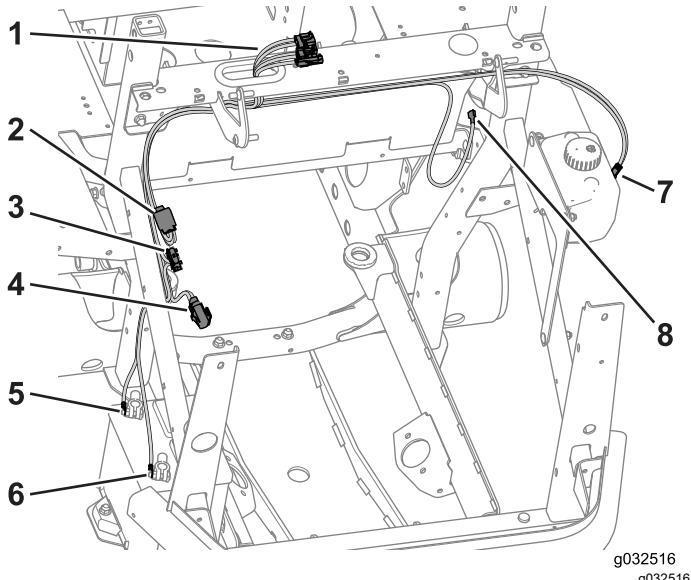

Figure 39
1. Faites passer les 3 connecteurs de la cabine dans le passe-câble (Figure 39).
2. Faites passer le câble d'alimentation auxiliaire en travers du support de cadre, puis faites-le descendre le long du tube du ROPS, vers les commandes de l'utilisateur (Figure 39).
3. Faites passer le câble du lave-glace en travers du support de cadre, puis faites-le descendre le long du tube du ROPS, vers le réservoir de lave-glace (Figure 39)